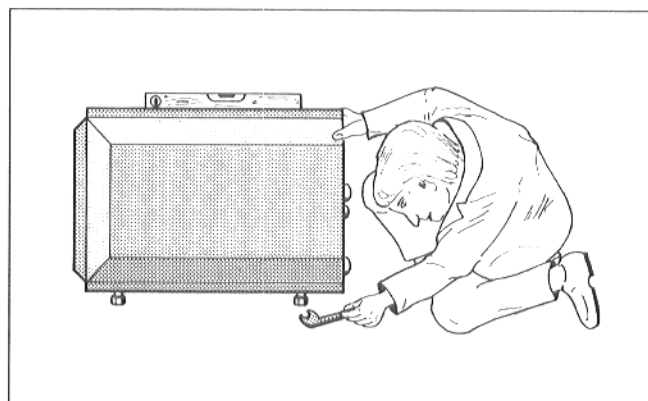

Fig. 4
- Caler le préparateur d'ECS légèrement incliné vers l'avant en agissant sur les pieds réglables (fig. 4).